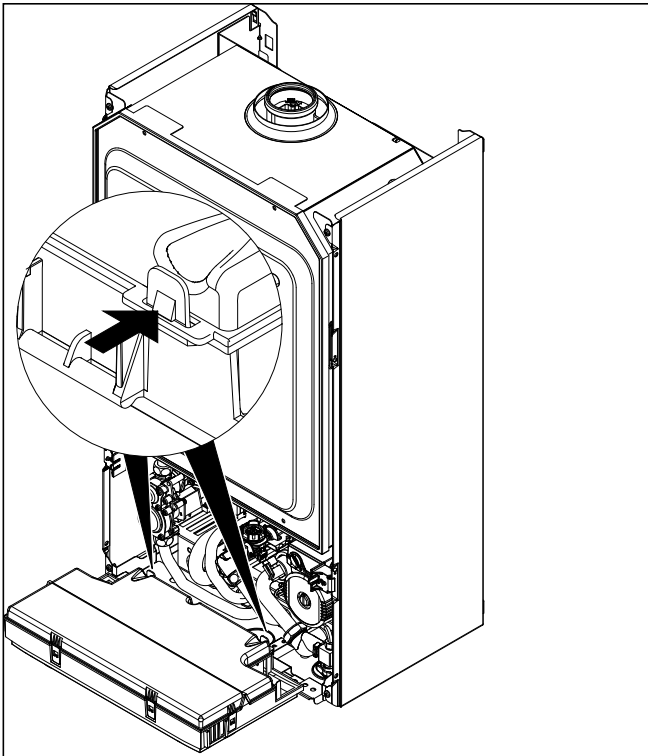

Рис. 5.7 Открывание задней стенки распределительной коробки
- Прокладывайте провод подключения к сети к уровню соединений в распределительной коробке как это показано на рис. 5.7 и 5.8.